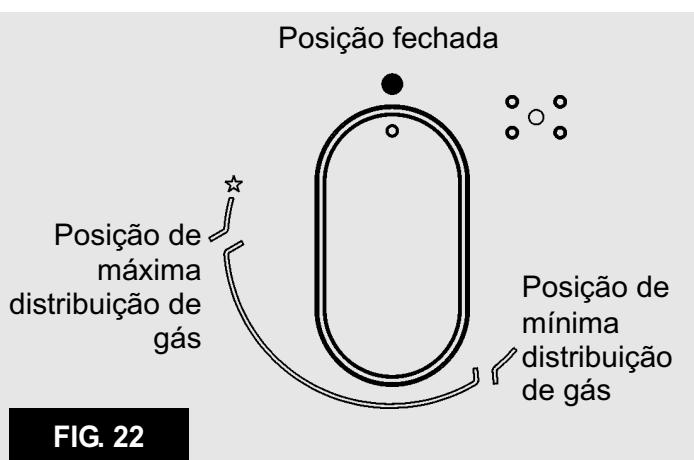

FIG. 22
Carregue no botão correspondente ao queimador que pretende utilizar e gire-o para a esquerda, colocando-o na posição de Máximo (lume forte fig. 22). Prima então o botão até ao fim.
Com os queimadores providos de termopar de segurança, é necessário girar para a esquerda o botão correspondente ao queimador que pretende utilizar, colocá-lo na posição de Máximo (lume forte fig. 22) até perceber uma pequena paragem e premir então o botão. Com o queimador aceso, mantenha o botão premido durante cerca de 10 segundos.
- Quando a água começar a ferver, coloque o botão na posição de Mínimo (lume brando fig. 22).
- **queimadores com dispositivo de falha de chama só pode ser inflamado quando o botão tem-se relacionado com o total de Setembro, sobre a posição de Máximo (fig. 22).**
- acenda o queimador e coloque o botão de comando na posição de "Mínimo" (lume brando fig. 22).